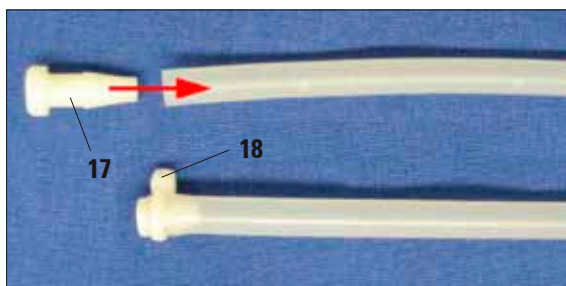

Fig. 27
Se sono necessarie solo una o due stazioni di lavaggio, i tubi flessibili non utilizzati devono essere chiusi con tappi (17), vedere Fig. 27.
- A tale scopo, spingere completamente il tappo nell'estremità del tubo flessibile, esercitando una rotazione, e successivamente fissarlo con una fascetta serracavo (18).